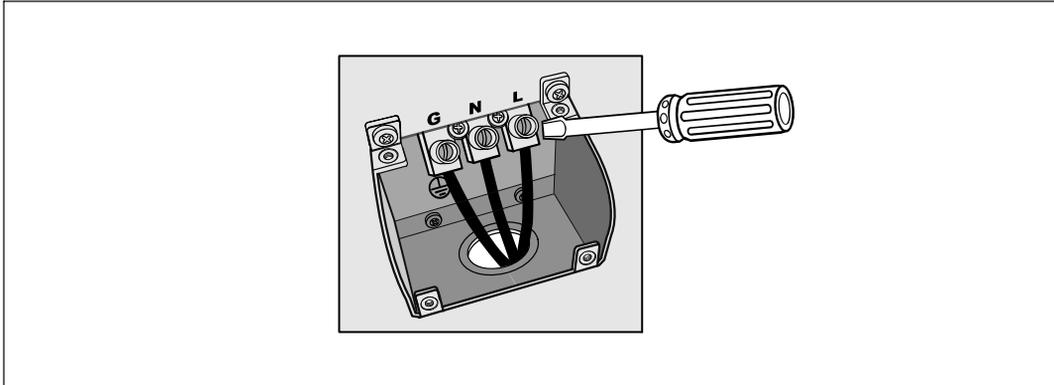

Figura 22. Bloque terminal de entrada de la UPS
- 6 Conecte la entrada de cables a tierra y el bloque de terminales de acuerdo a Figura 22 y Tabla 1.